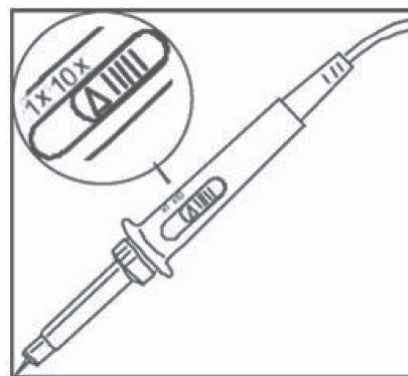

Рисунок 1-5 Установка переключателя ослабления
1) Подсоедините щуп ко входу CH1 и установите переключатель коэффициента ослабления в положение 10X (Рисунок 1-5).